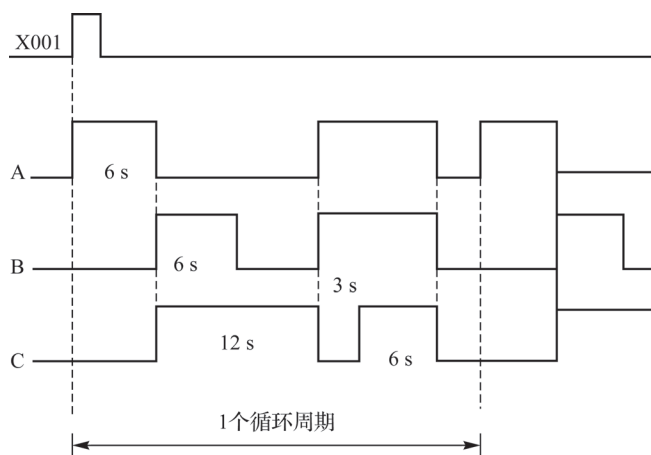

图 2-4-2 音乐喷泉各组喷头工作时序图
- (1) 将控制喷泉分成三组: A 组由 1、2、3 构成, B 组由 4、5、6 构成, C 组由 7、8 构成。
- (2) 当按下起动按钮后, A、B、C 三组喷泉的喷头按时序图循环工作, 音乐喷泉各组喷头工作时序图如图 2-4-2 所示。
- (3) 音乐喷泉的工作时间是: 在晚上 11 时按下起动按钮, 音乐喷泉延时 9 小时(第二天早上 8 时)自动开始工作, 工作 15 小时(到晚上 11 时)后自动停止, 并按上述时间不断循环工作。